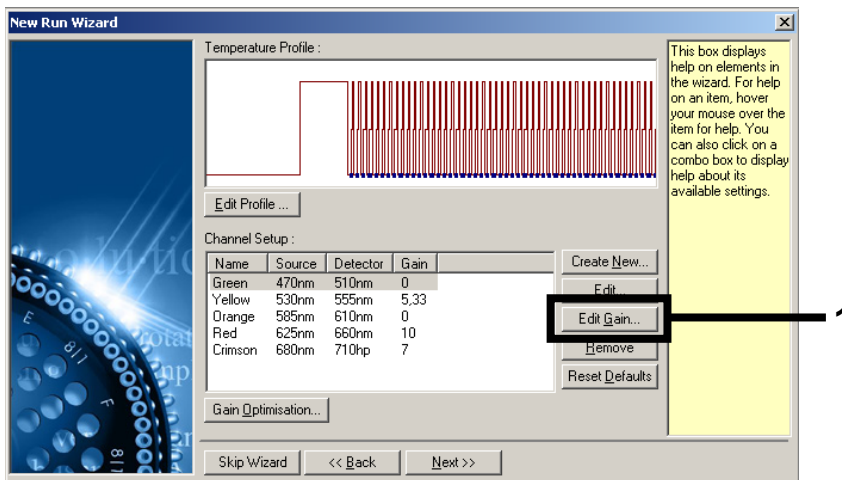

Figura 5. Editar manualmente os valores de ganho.
6. Clique em **"Edit Gain"** (Editar ganho) para editar manualmente os valores de ganho (Figura 5).